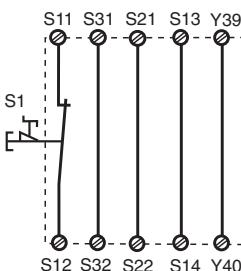
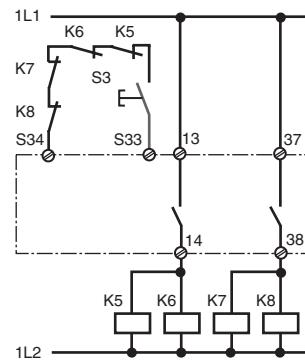

Fig. 2: Eingangskreis einkanalig, autom. Start/Single-channel input circuit, automatic reset/Commande par 1 canal, validation automatique
Fig. 10: wie Fig. 9 mit überwachtem Start/connection for contactors/relays and monitored reset/comme Fig. 8 avec surveillance du poussoir de validation
In Fig. 2 ... Fig. 10 sind Anschlußbeispiele für NOT-AUS-Beschaltung mit automatischem und überwachtem Start, Schutztürsteuerungen sowie Kontaktvervielfachung durch externe Schütze.
- Fig. 2 und 7: **keine** Verbindung S33-S34. Das Gerät startet bei Spannungsausfall und -wiederkehr automatisch. Verhindern Sie einen unerwarteten Wiederaufbau durch externe Schaltungsmaßnahmen.
In Fig. 2 ... Fig. 10 are connection examples for Emergency Stop wiring with automatic and monitored reset. Safety gate controls as well as contact expansion via external contactors.
- Fig. 2 and 7: S33-S34 **not** connected. The device starts automatically after loss of power. You should prevent an unintended start-up by using external circuitry measures.
Les figures 2 à 10 représentent les différents câblages possibles du PNOZ XV2P à savoir : poussoir AU avec réarmement automatique ou auto-contrôlé, interrupteurs de position et augmentation du nombre des contacts de sécurité par contacteurs externes.
- Fig. 2 et 7: **pas** de câblage sur S33-S34. L'appareil se réarme automatiquement après une coupure et une remise sous tension. Evitez tout risque de redémarrage par un câble extérieur approprié.